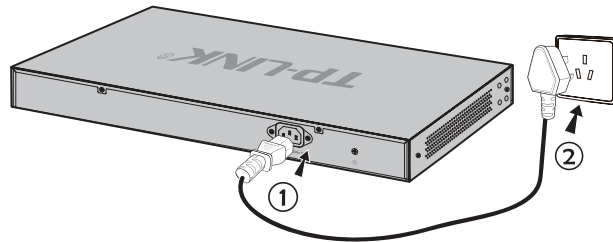

图3-3 电源线连接示意图
2. 使用交换机原装电源线连接交换机与电源插座，如图3-3所示。